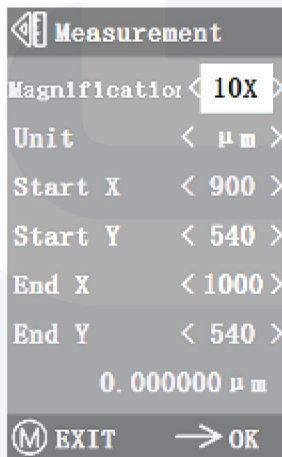

Figure 5-9
- Entrez dans le menu Mesure. Sélectionnez le grossissement de la mesure, ajustez le point de départ et de fin, et la longueur de la mesure s'affiche en bas en temps réel, comme illustré à la Figure 5-9